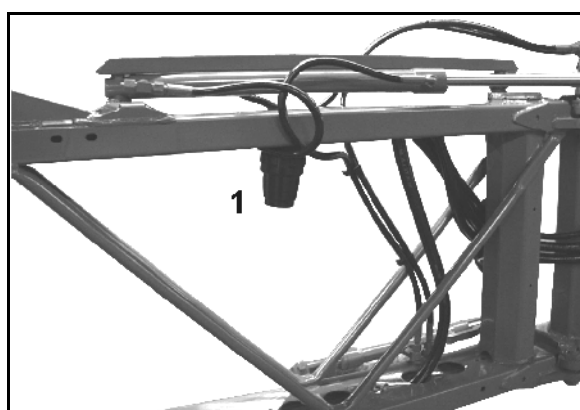

Fig. 178
- Rengør slangefiltrene (Fig. 178/1) hver 3.-4. måned alt efter anvendelsesforholdene.